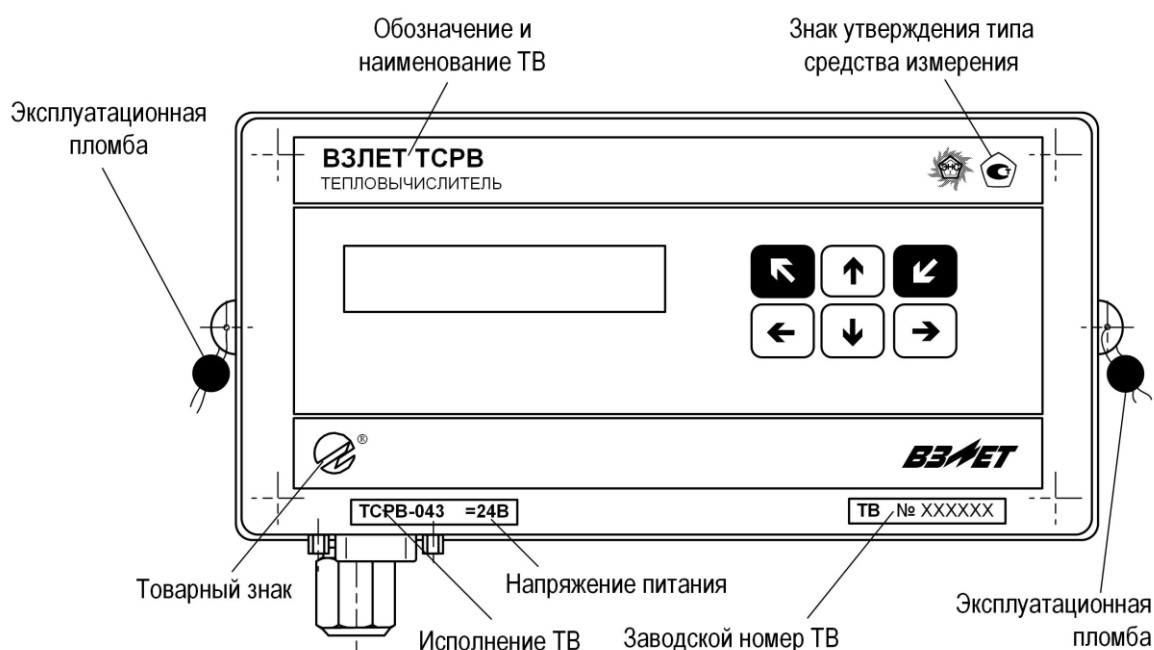

Рис.3. Вид и размещение маркировки и возможных мест пломбирования корпуса ТВ.
1.7.1. Маркировка на лицевой панели ТВ (рис.3) содержит:
1.7.4. Для защиты от несанкционированного доступа при транспортировке, хранении и эксплуатации должны пломбироваться проушины корпуса ТВ (рис.3).